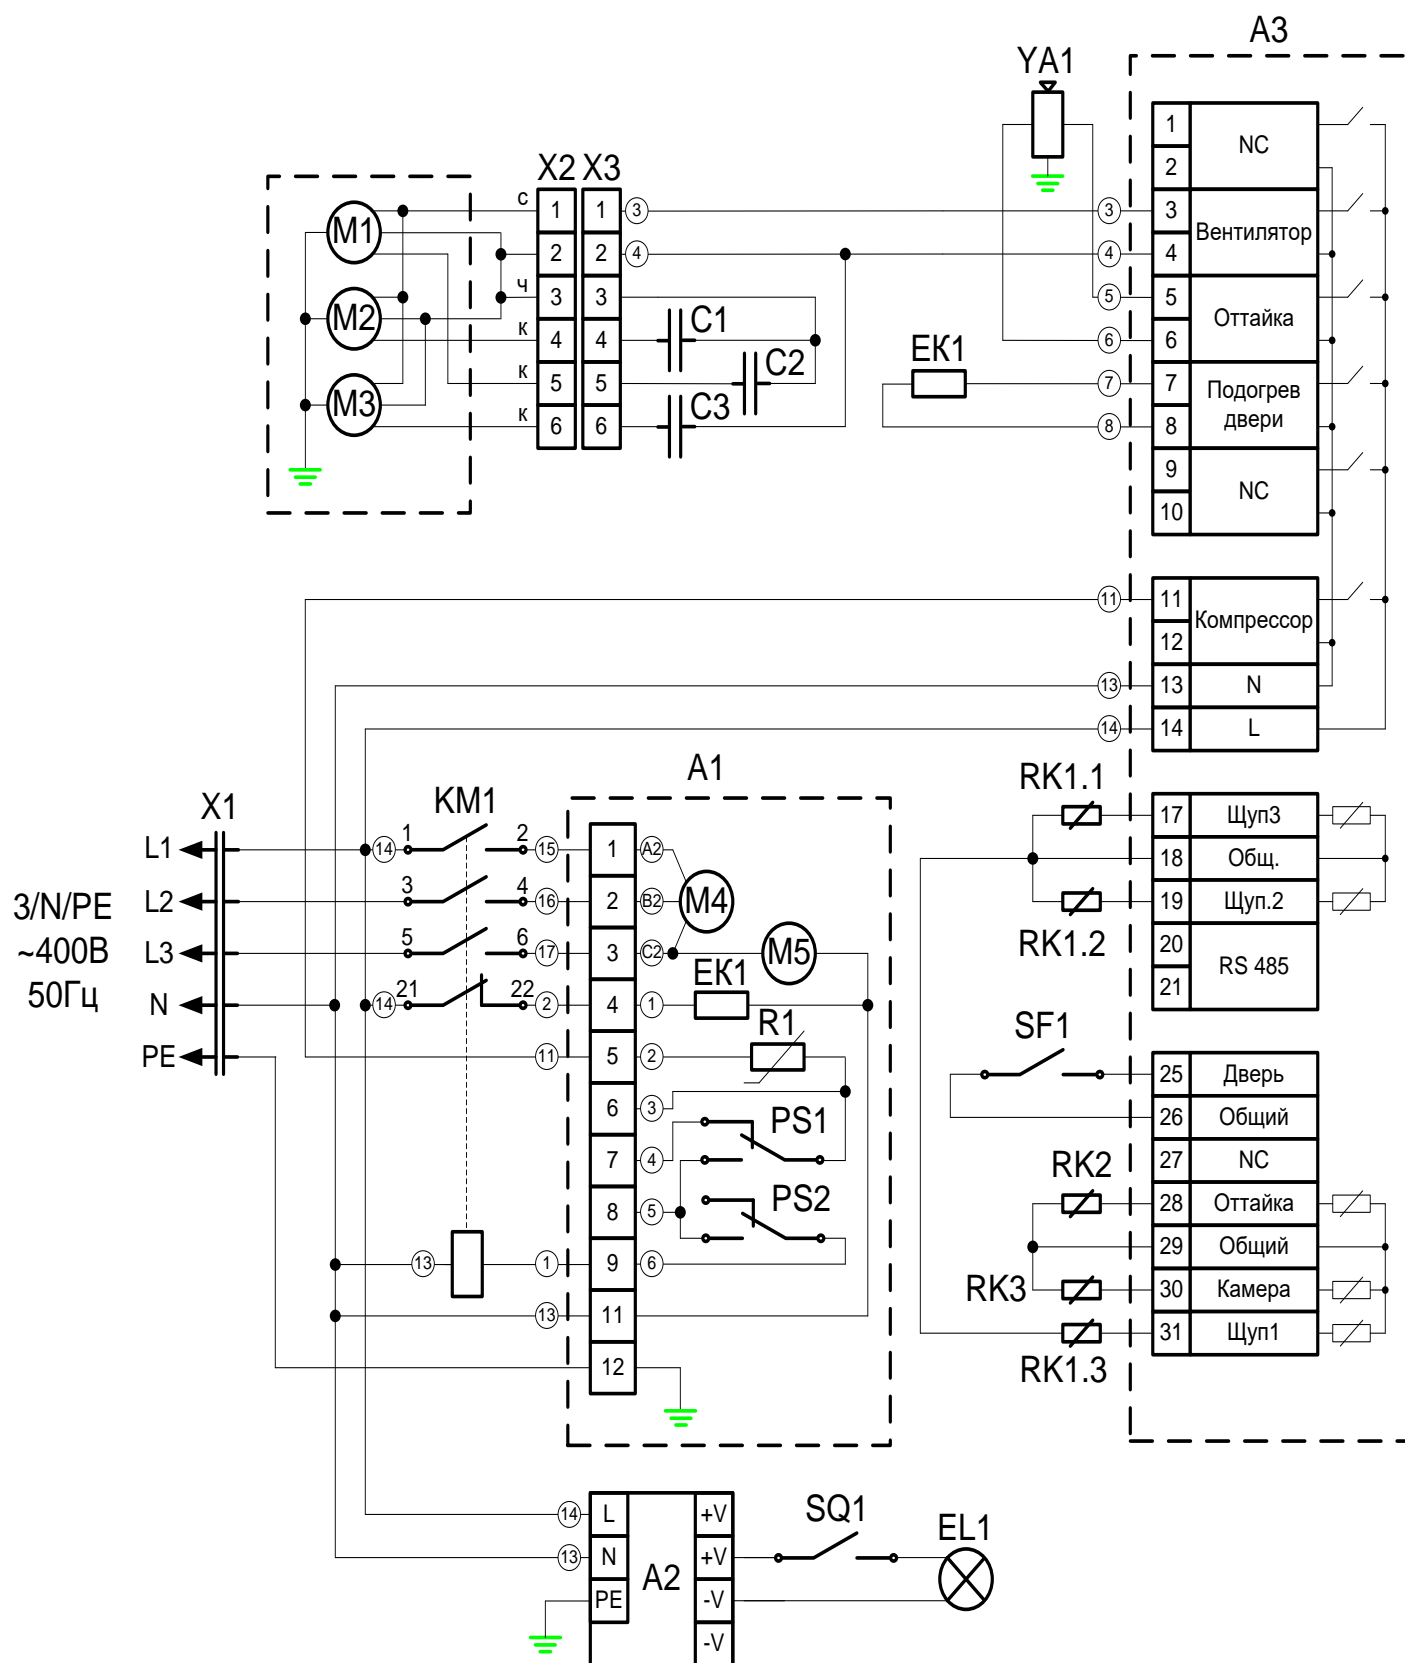

Рис.11 Принципиальная электрическая схема шкафа
- установите новый шнур питания, аналогичный штатному шнуру питания (см. Раздел 6 Руководства) в соответствии со схемой на рис.11;